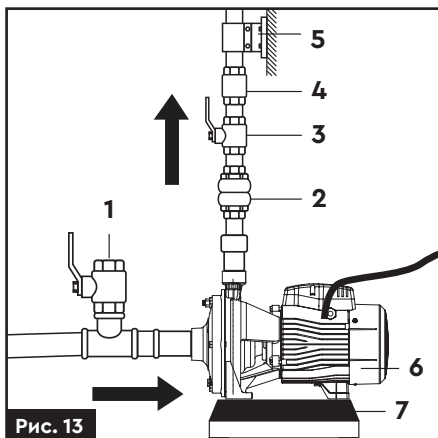

Рис. 13
4. Для полегшення проведення робіт по технічному обслуговуванню насоса, рекомендується на напірному трубопроводі встановити кульовий кран (3) (рис. 13), а також зворотний клапан (4) (рис. 13) між краном і напірним патрубком насоса.
5. При стаціонарному використанні насоса, рекомендується закріпити його на опорній поверхні з використанням гумових прокладок (7) (рис. 13) або інших антивібраційних матеріалів.
6. Для зниження вібраційного шуму, з'єднання з жорсткими трубопроводами треба здійснювати за допомогою компенсаторів (2) (рис. 13) або гнучких труб.
7. Для зниження шуму рекомендується встановити на напірному трубопроводі опору (5) (рис. 13).